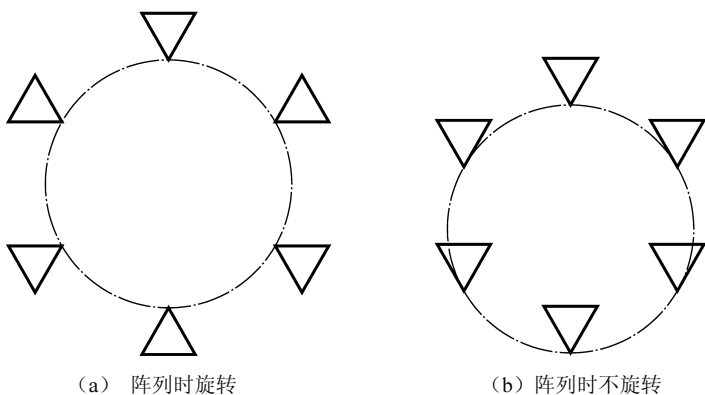

图 5-10 复制时是否旋转的比较
(2) 旋转项目 (ROT): 复制时是否旋转项目, 如图 5-10 所示, 阵列时复制的对象将绕中心点旋转。否则, 不旋转。